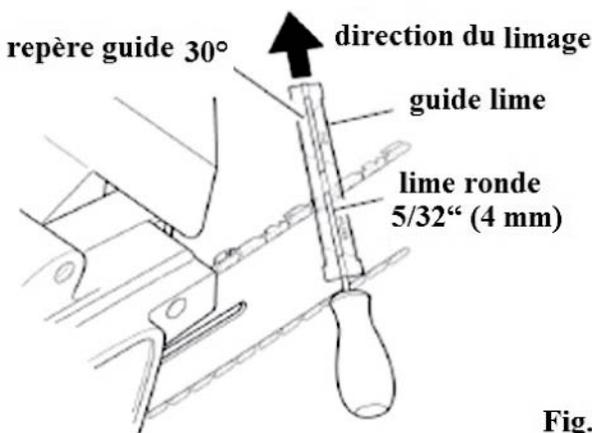

Fig.15
3. Enfoncer la lime ronde (attachée au guide lime) dans la rainure, entre la plaque supérieure et le limiteur de profondeur sur la chaîne. Le guide lime doit reposer sur la plaque supérieure et sur le limiteur de profondeur (voir fig.15) (Note: Limer au milieu du guide-chaîne.)